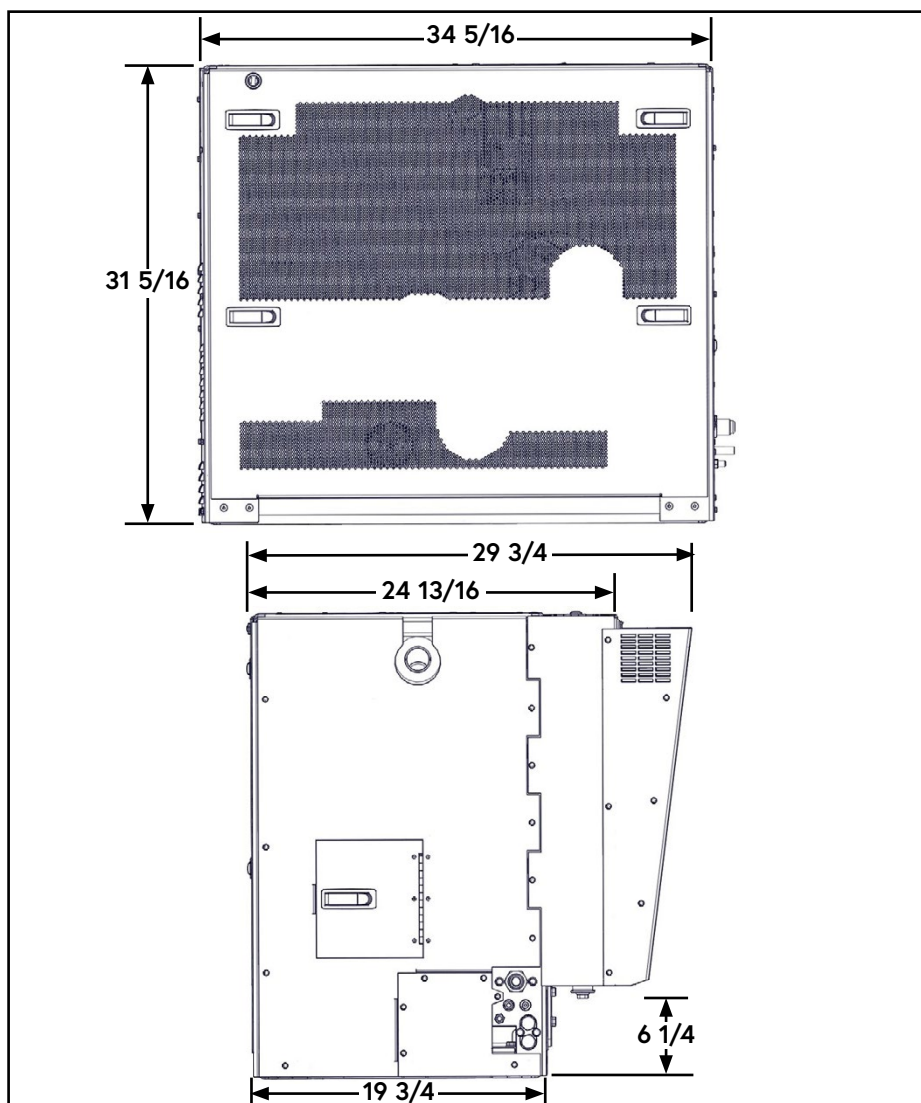

Figure 2 — Dimensions externes
- ☐ Trouvez un emplacement de montage approprié pour le Cat MF. Placez l'unité à l'endroit prévu et vérifiez les dégagements par rapport à tout autre objet (Figure 2).